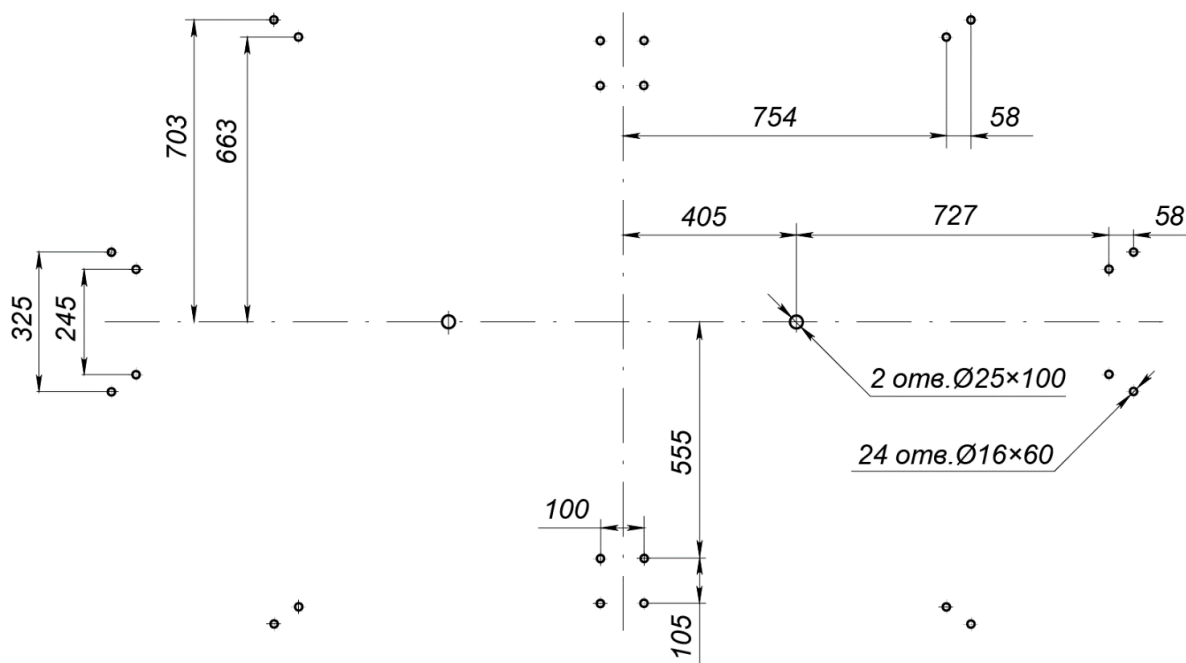

Рисунок 11. Схема разметки установочных отверстий¹
3. Выполните на установочной поверхности разметку отверстий для монтажа турникета. Используйте шаблон из комплекта поставки, но затем обязательно проверьте истинность расстояний в соответствии с рис. 11.